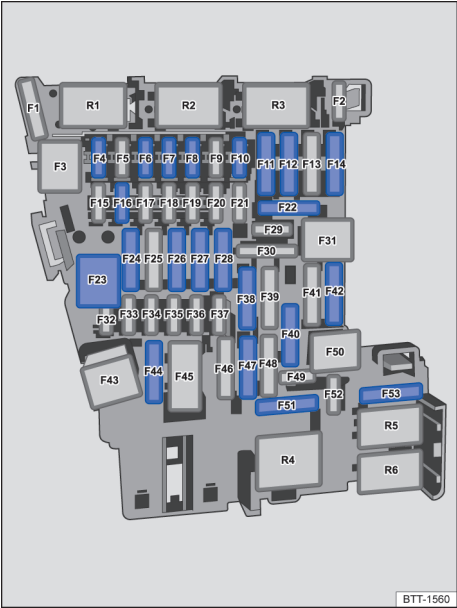

Fig. 208 No painel de instrumentos: disposição dos fusíveis.
a) Observar o local de instalação. Local do fusível montado de fábrica conforme representa a figura → Fig. 208.